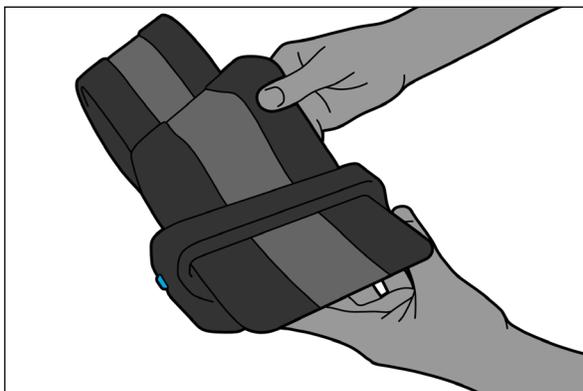
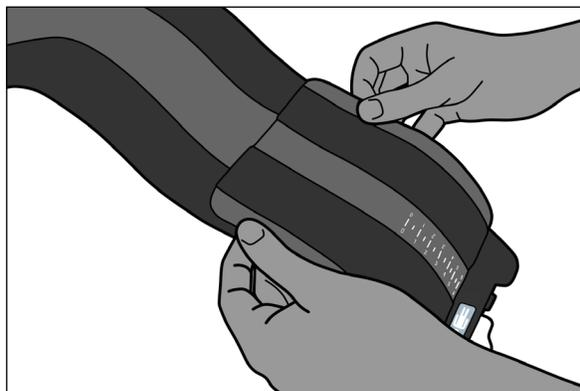

図2
図3
2. 番号を下に向けてベルトを配置し、ベルトの長い方の端をクランプに通します (図2)。フックの全長がループに掛かっていることを確認しながら、ベルトを折り返します (図3)。